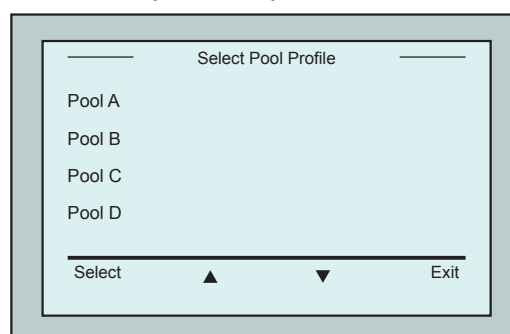

Figure 5 : Écran Profil de piscine
2. Appuyez sur Pool A pour accéder à l'écran *Profil de piscine*. L'écran *Profil de piscine* s'affiche (Figure 5).